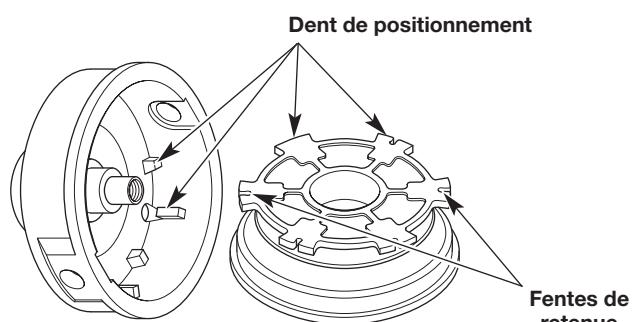

Fig. 13
- Vérifiez l'usure des dents de positionnement et des fentes de retenue (Fig. 13). Si nécessaire, éliminez les ébavurages ou remplacez le moulinet et la bobine extérieure.